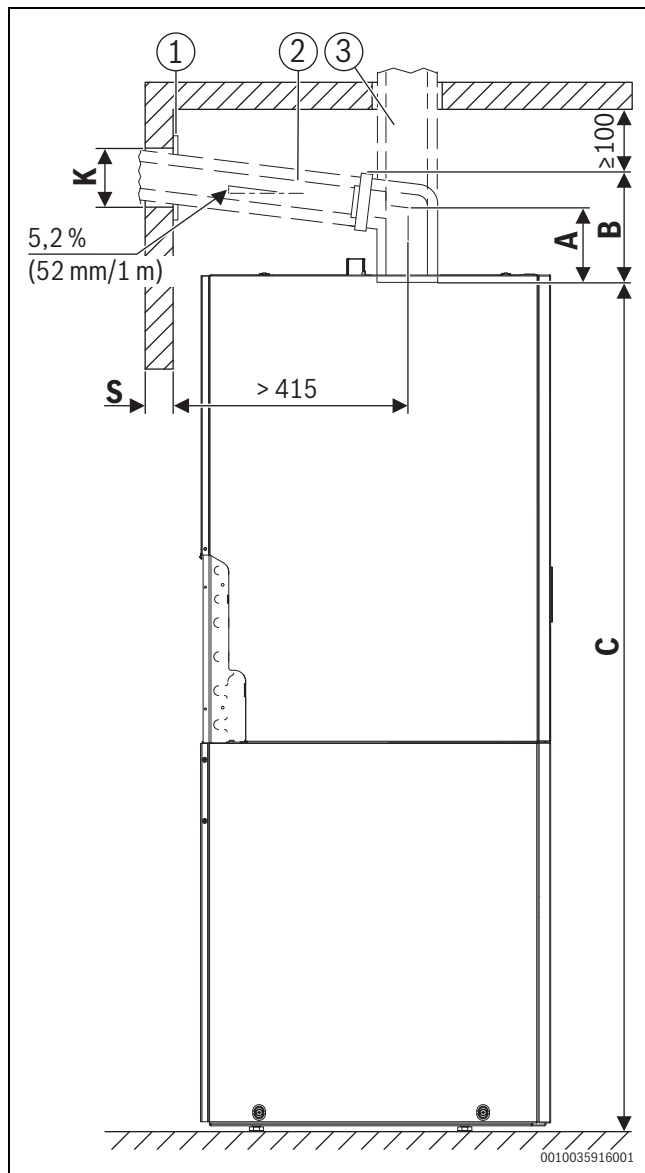

Fig. 15 Vista del lato sinistro (misure in mm)
- Se necessario, aggiungere la misura della copertura (→ fig. 15, [1]).